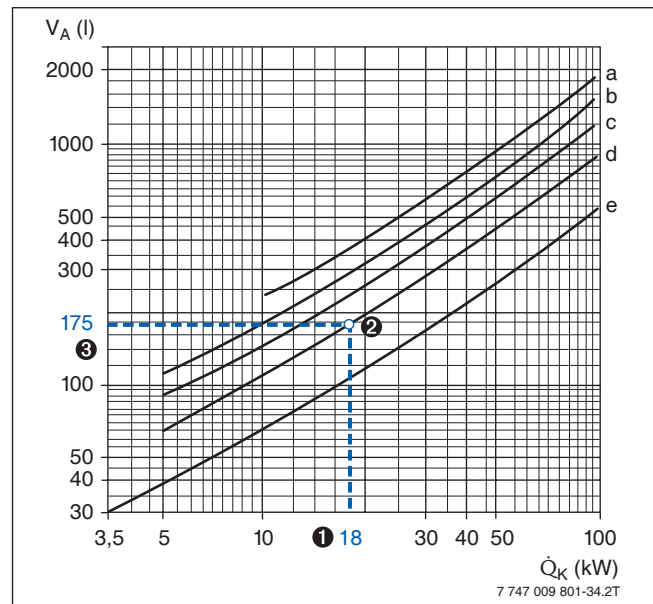

Bild 19 Anhaltswerte für den durchschnittlichen Wasserinhalt von Heizungsanlagen (nach ZVH-Richtlinie 12.02)
In Abhängigkeit von verschiedenen Parametern der Heizungsanlage lässt sich das Anlagenvolumen aus Bild 19 ablesen.
- 3 Gesamtwasserinhalt der Anlage = 175 Liter (→ Bild 19, Kurve d)
Das nach Punkt 3 in Bild 19 abgelesene Anlagenvolumen muss kleiner sein als das maximal zulässige Anlagenvolumen. Trifft das nicht zu, ist ein größeres Ausdehnungsgefäß zu wählen.
- ❹ Erforderlich ist ein AG mit 12 l Inhalt, weil hierfür das nach Bild 19 ermittelte Anlagenvolumen kleiner als das maximal zulässige Anlagenvolumen ist.